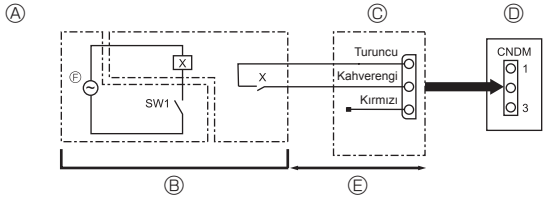

Fig. 9-1
9.1. Düşük sesli mod (yerinde değişiklik) (Fig. 9-1)